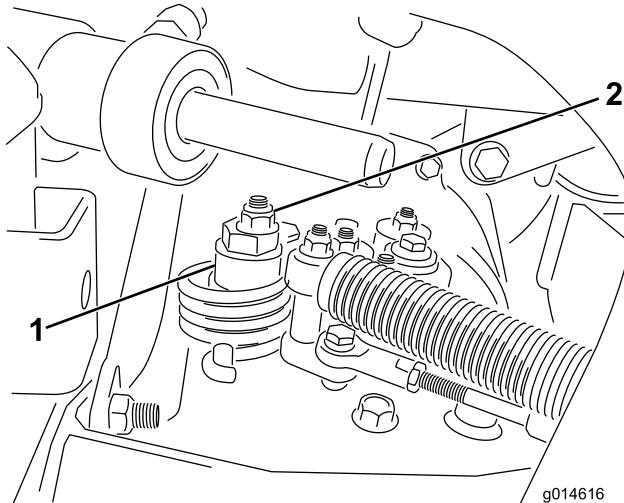

Figura 48
- Allentate il dado che fissa l'eccentrico alla parte superiore dell'igrostat (Figura 48).
- Fate girare l'eccentrico finché non riscontrate movimenti in alcuna direzione. Quando la ruota cessa di girare, serrate il dado di bloccaggio dell'eccentrico per mantenere la messa a punto (Figura 48). Verificate la regolazione portando l'acceleratore in posizione Slow e Fast.